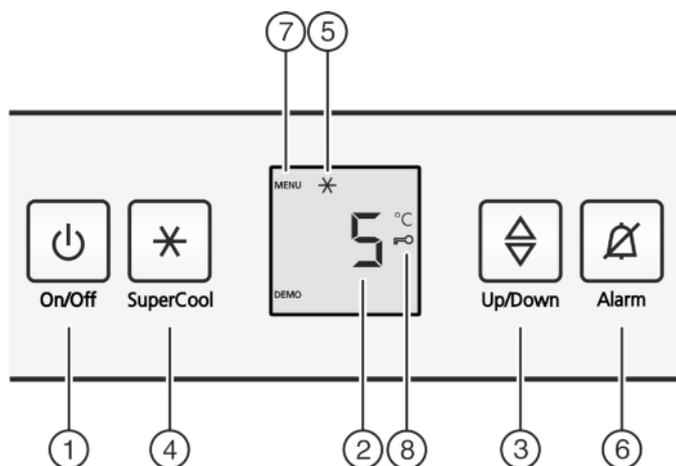

Fig. 2
- ▶ Appuyez sur la touche marche/arrêt Fig. 2 (1).
- ▶ Appuyer env. 5 secondes sur la touche SuperCool Fig. 2 (4).
- ▷ Le symbole Menu Fig. 2 (7) apparaît dans l'affichage.
- ▶ Confirmer brièvement avec la touche SuperCool Fig. 2 (4).
- ▷ Le symbole Sécurité enfants Fig. 2 (8) s'allume dans l'affichage.
- ▶ Appuyer brièvement sur la touche On/Off Fig. 2 (1).
- ▶ Appuyer sur la touche Alarme Fig. 2 (6).
- ▶ Appeler la fonction de température : appuyer sur la touche de réglage Fig. 2 (3).
- ▶ Modifier la température par incrément de 1 °C : appuyer sur la touche de réglage Fig. 2 (3) jusqu'à ce que la température souhaitée apparaisse dans l'affichage de température.
- ▶ Appuyer brièvement sur la touche SuperCool Fig. 2 (4).
- ▷ Le symbole SuperCool Fig. 2 (5) s'allume dans l'affichage.